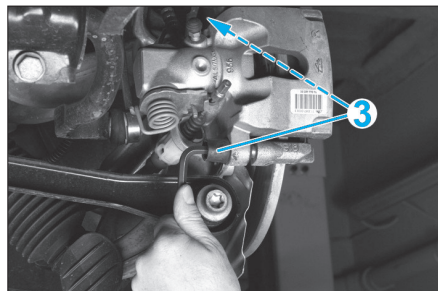

Fig. 14
- les vis de colonnettes (3) (Fig.14),